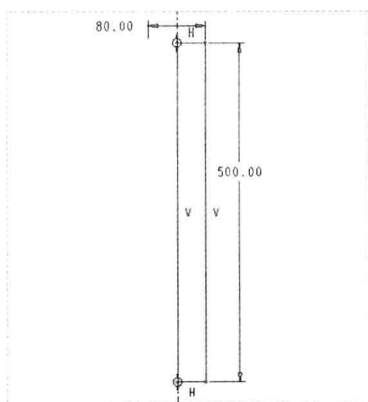

图 8-27 绘制截面
Step 03 弹出 S2D0001 草绘窗口，单击“草绘”选项卡中的相应按钮，绘制截面，如图8-27所示，单击“关闭”面板中的“确定”按钮✓，完成截面绘制并退出草绘环境。